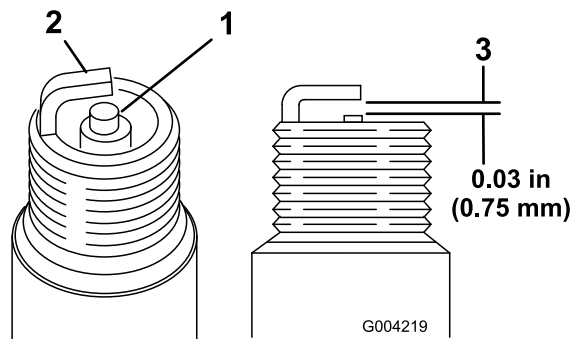

图50
1. 查看两个火花塞的中心图50。如果您看到绝缘体上有浅棕色或浅灰色涂层、说明发动机运行正常。如果绝缘体上的涂层为黑色、则通常意味着空气滤清器已变脏。
2. 检查中心电极与侧电极之间的间隙图50。
3. 如果间隙不正确请弯转侧电极图50。